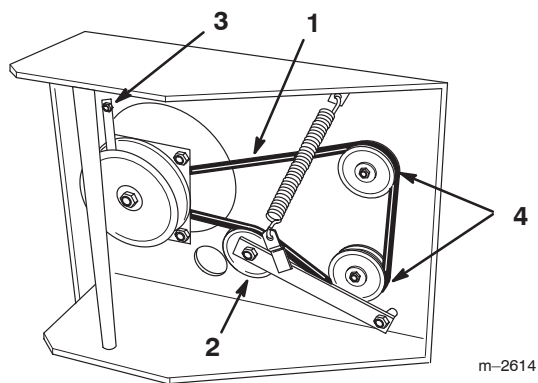

Bild 46
- Nehmen Sie die linke vordere Motorbefestigungsschraube ab, mit der die Kupplungshalterung am Rahmen befestigt ist (Bild 46). Haken Sie die Halterung aus der Kupplung aus und nehmen Sie die Halterung ab.